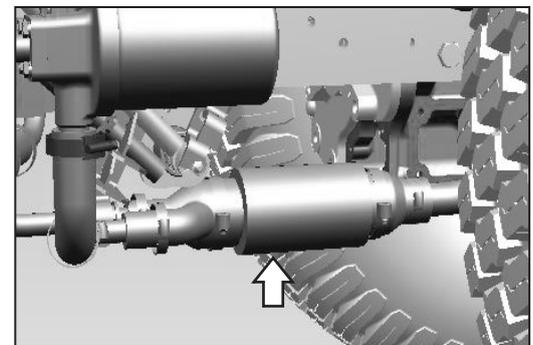

Abb. 5.16a
5.16 Reinigung des Saugkorbs (Abb. 5.16a)